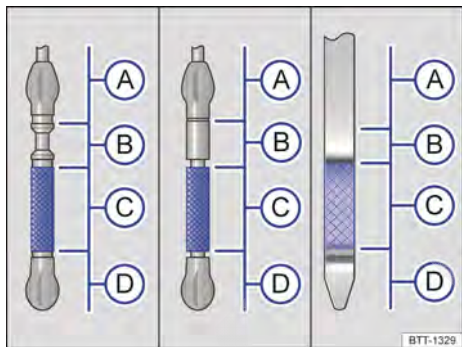

Fig. 298 Varetas de medição do óleo com marcas de nível do óleo do motor (variantes).
Em caso de alta demanda do motor, o nível do óleo do motor deve estar na área permitida → Fig. 298 , como, por exemplo, em longas
Legenda para Fig. 298:
7. Retirar novamente a vareta de medição do óleo e ler o nível no óleo do motor na vareta de medição → Fig. 298 da seguinte maneira:
12. Verificar novamente o nível do óleo do motor na vareta de medição do óleo antes de reabastecer mais uma pequena quantidade de óleo do motor. Nunca reabastecer com óleo do motor em excesso → ❶.
13. Ao final do processo de reabastecimento, o nível do óleo do motor deve se situar no meio da área → Fig. 298 ❸. Ele não deve ficar acima de ❸, na área ❷ e não deve ficar na área ❶ → ❶.
14. Se, por descuido, foi reabastecido muito óleo de motor e o nível de óleo de motor estiver na área → Fig. 298 ❶, **não ligar o motor**. Informar a empresa especializada e, se necessário, procurar ajuda técnica.
- Se, por descuido, foi reabastecido muito óleo de motor e o nível de óleo de motor estiver na área → Fig. 298 ❶, não ligar o motor. Informar a empresa especializada e, se necessário, procurar ajuda técnica. Caso contrário, o catalisador e o motor podem ser danificados!
O nível do óleo do motor não deve se situar na área → Fig. 298 ❶. Caso contrário, o óleo pode ser aspirado pela ventilação do cárter e chegar à atmosfera por meio do sistema de escape.